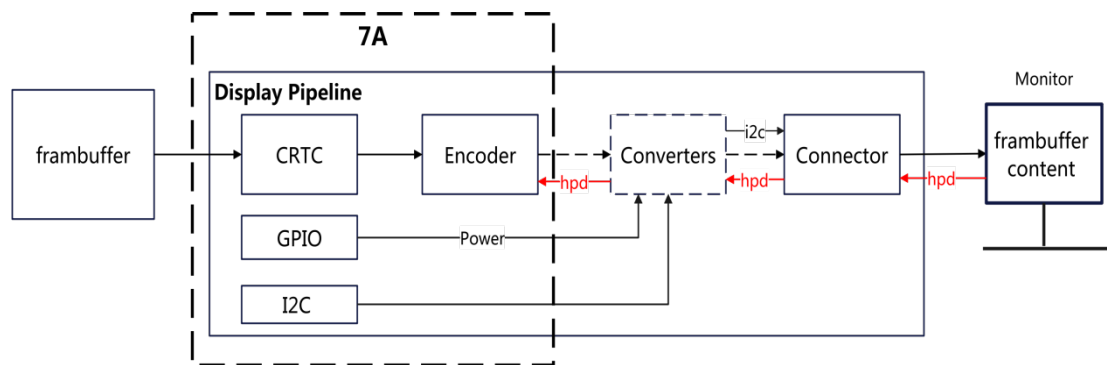

图4-3 有信号转换芯片的显示器显示管线
方案A：使用不需要配置的Encoder芯片，则DVO0\_SCL和DVO0\_SDA经过电平转换后直接连接显示接口，硬件连接方案如图4-3所示；
**方案二：**需要连接信号转换芯片时，硬件设计约束如图4-3，要求将7A2000桥片的I2C连接到转换芯片的 I2C 从接口上，将转换芯片的I2C主接口连接到对应的显示接口上。用于通过信号转换芯片实现读取EDID和热插拔探测功能。可以使用7A桥片上GPIO52来控制转换芯片的复位。在有低功耗需求的场景下对转换芯片的功耗进行控制（不强制）。